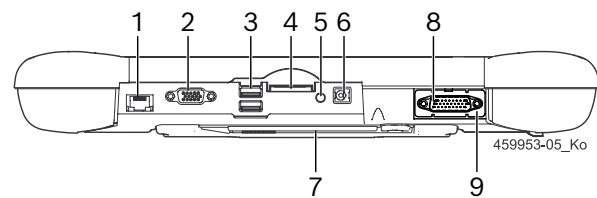

Fig. 2: KTS 350 Immagine interfaccia
1. Collegare il cavo di collegamento OBD a KTS 350 (fig. 2, pos. 8) e alla porta OBD presente sul veicolo.